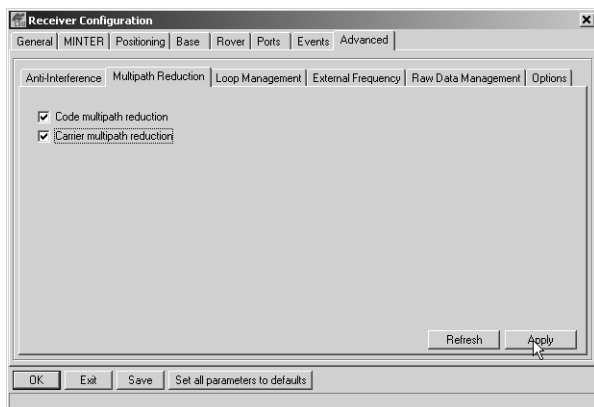

Figura 3-3. Advanced ▶ Multipath
3. Haga clic en la pestaña **Advanced** y después en la pestaña **Multipath**, defina los siguientes parámetros, después haga clic en **Apply** (Figura 3-3):